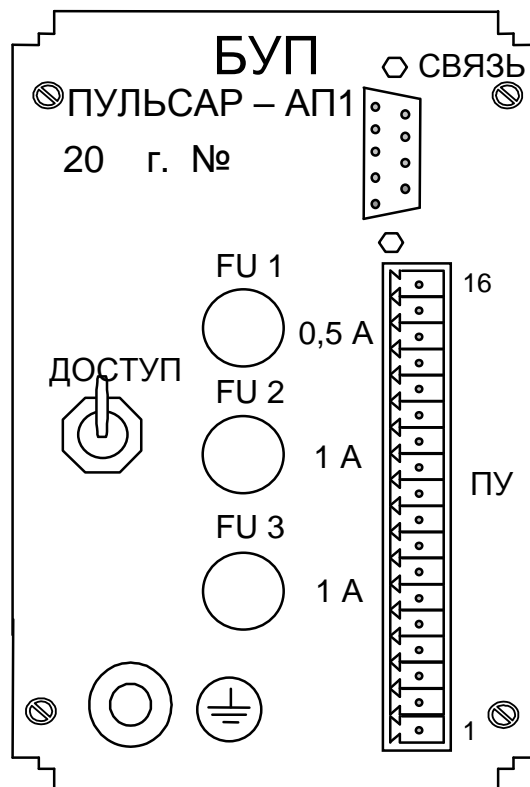

Рис. 4 – Задняя панель БУП
1.5.3.2 На задней панели БУП расположены, в соответствии с Рис. 4: